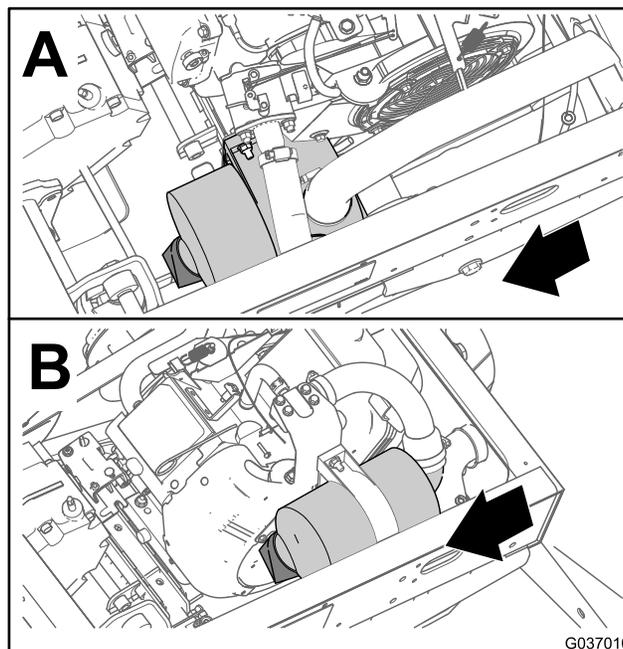
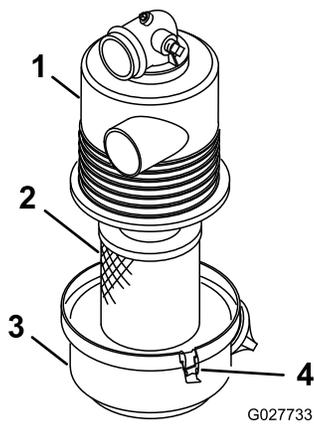

图 30
图 31
2. 检查空气滤清器壳体是否有可能导致空气泄漏的损坏图 30和图 31。
3. 松开将空气滤清器盖固定到空气滤清器外壳上的门锁图 31。
4. 从空气滤清器外壳上分离空气滤清器盖并清洁盖子的内部图 31。
3. 将空气滤清器滤芯插入空气滤清器外壳图 31。
4. 将空气滤清器盖与空气滤清器外壳对齐图 31。
5. 用门锁图 31 将盖子固定到外壳上。